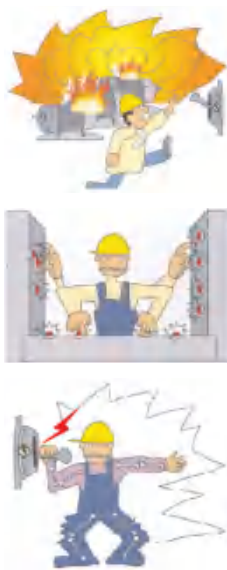

图4-40 使用人工闸刀开关存在的问题
闸刀开关是人工控制的机械式开关，同类的还有拉线开关、按钮开关和拨动开关等。这些开关结构简单，价格便宜，在控制小功率、低电压和小电流的场合使用十分广泛。但当要控制的是大功率的用电设备或需要进行复杂控制时，人工操作闸刀开关会遇到下面的问题（图4-40）：①人工操作开关断开或者闭合的时间较长。如当设备发生故障需要断开电路执行保护时，人工操作的速度很难跟上，很可能在电路还未断开时，设备已经损坏。②当设备功能很多，其控制系统很复杂时，人工操作根本无法满足其准确、及时的控制要求。③在开关断开或者闭合的瞬间，可能会产生很大的电弧，极易击伤或烧伤近距离操作的人员。